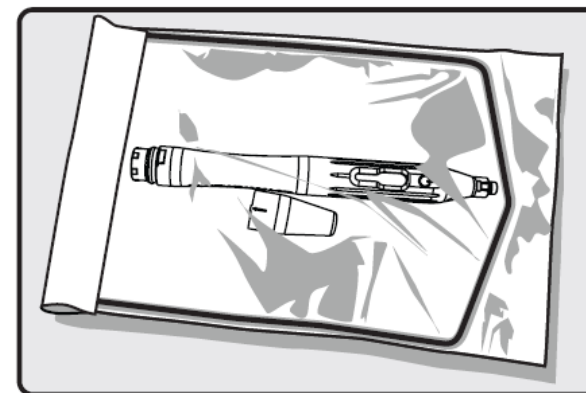

Figure 13 : Stérilisation de la gaine extérieure
- S'assurer que la gaine extérieure et le bouchon arrière sont séparés. Placer la gaine et le bouchon arrière propres dans un sac d'autoclave approprié de la manière illustrée dans la *Figure 13*.